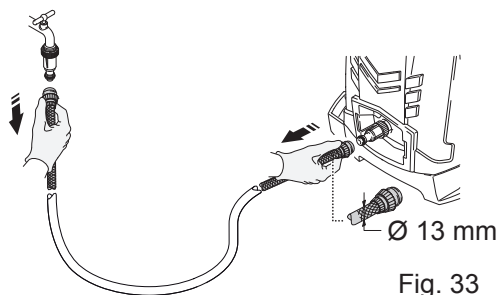

Fig. 33
7. Desconecte la manguera del suministro de agua (Fig. 33).